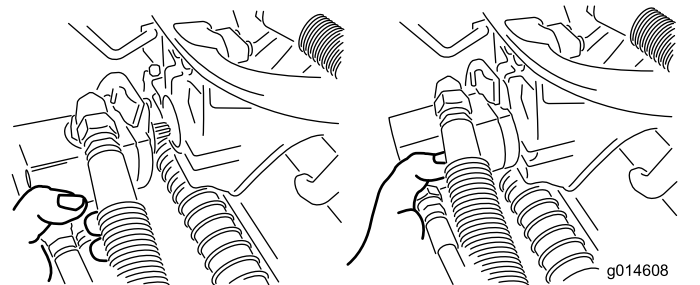

Figura 58
- Mueva el motor al lugar de almacenamiento en la parte delantera del brazo de suspensión (Figura 58).